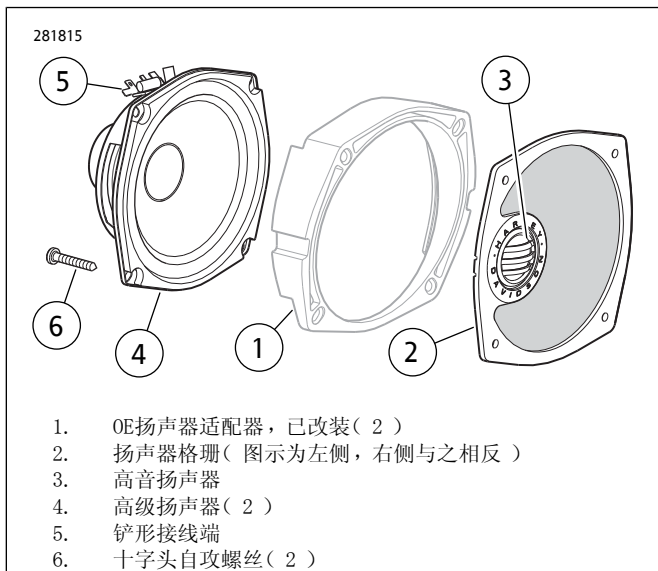

图4。Boom! Audio前扬声器套件部件(用于ElectraGlide和Trike)
参见图4。按照所示的方式将正确的新扬声器格栅(2)抵住适配器正面(1)放置,适配器的厚边朝上,高音扬声器(3)处于车辆外侧。在格栅与外侧的适配器之间穿出高音扬声器电线。按照所示的方式将新扬声器(4)抵住适配器的后面放置,铲形接线端(5)朝上。
4. 对准扬声器上的安装孔、适配器和格栅。使用之前拆下的两个长TORX®螺丝通过两个顶部孔将所有三个部件固定到内侧挡风板。参见图4。在下部外侧孔中使用套件中的新十字螺丝(6),将挡风板支架卡在螺丝头下。不使用下部内侧孔。